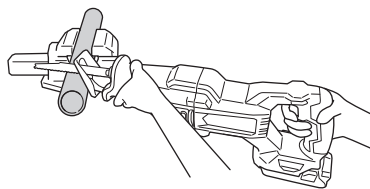

Fig. 19
- (1) Fixer solidement la pièce avant de procéder. (Fig. 19)